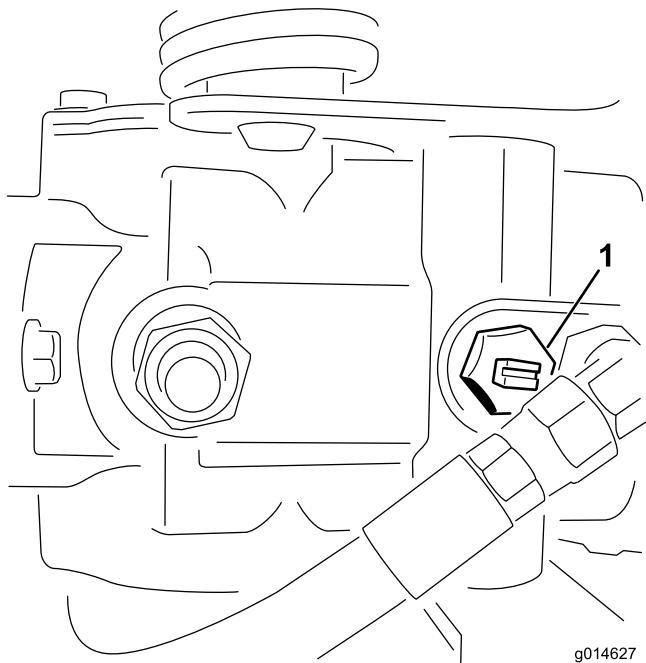

図 41
1. 油圧ポンプについているバイパス・バルブ（図 41）の溝が「縦」になるようにバルブを回転させる。
2. エンジンを始動する時には、必ずバイパスバルブ(図 41)を閉じる(溝が横向きになる)。バルブを開けたままでエンジンを掛けないこと。